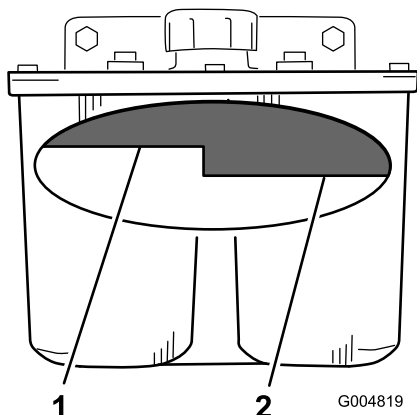

Figura 94
3. Pulite l'area attorno al collo di riempimento del serbatoio idraulico (Figura 94).
4. Rimuovete il tappo dal collo di riempimento e osservate all'interno per controllare se è presente del fluido nel serbatoio (Figura 94).
Nota: Quando è caldo, il fluido deve raggiungere la parte superiore del livello a caldo sul diaframma (Figura 94).